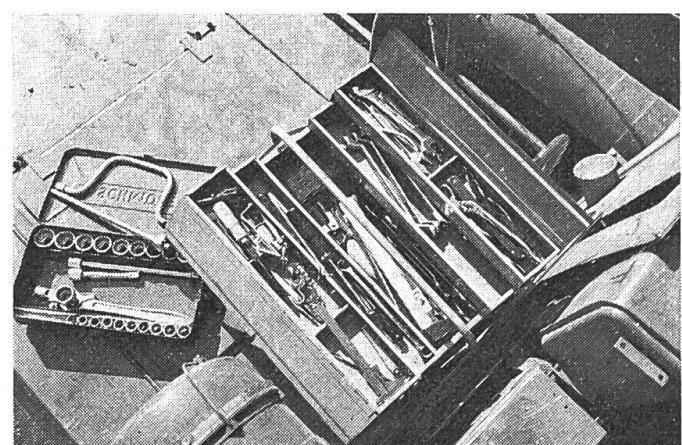

Abb. 18
4.2 Die **Werkzeugkiste** (Abb. 18). Sie eignet sich vor allem für den mobilen Einsatz auf dem Betrieb oder im Feld. Ihr grösster Nachteil besteht darin, dass eine Uebersicht über das vorhandene oder fehlende Werkzeug nur schlecht möglich ist. Zudem sammelt sich im Laufe der Zeit in den einzelnen Fächern gerne Schmutz und Gerümpel an.